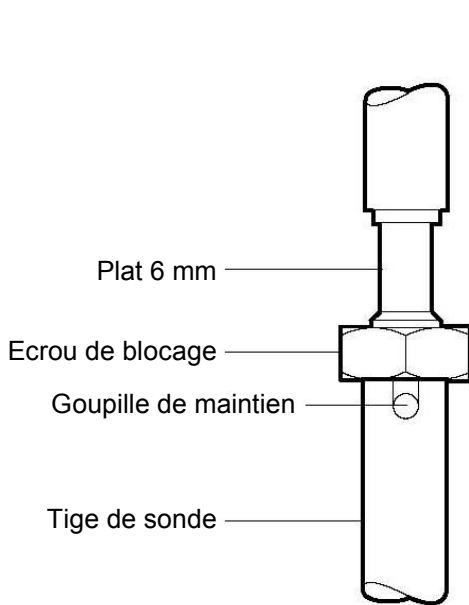

Fig. 4
- Visser la tige de sonde sur la sonde jusqu'à ce que l'orifice de la sonde vienne en face de celui de la tige de sonde (voir Fig. 4).